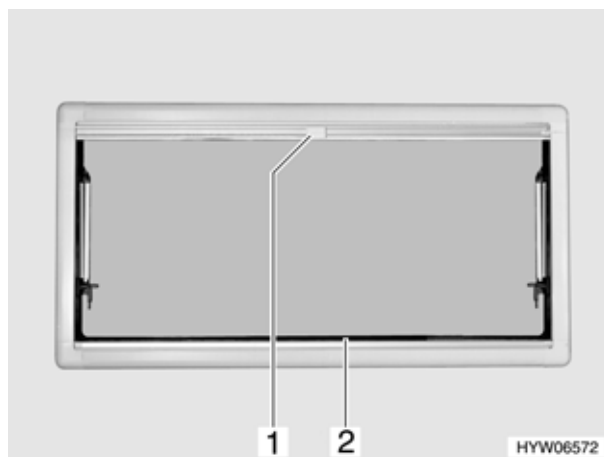

Fig. 50 Finestra apribile (variante 2)
- Afferrare la tendina oscurante pieghevole (Fig. 50,2) per la parte centrale della barra di presa, tirarla dal basso verso all'alto e rilasciarla nella posizione desiderata. La tendina oscurante pieghevole rimane in questa posizione.
- Tirare la zanzariera a rullo (Fig. 50,1) per la maniglia verso il basso fino a quando non si trova in contatto con la tendina oscurante pieghevole (Fig. 50,2).
- Premere la maniglia della zanzariera a rullo (Fig. 50,1).